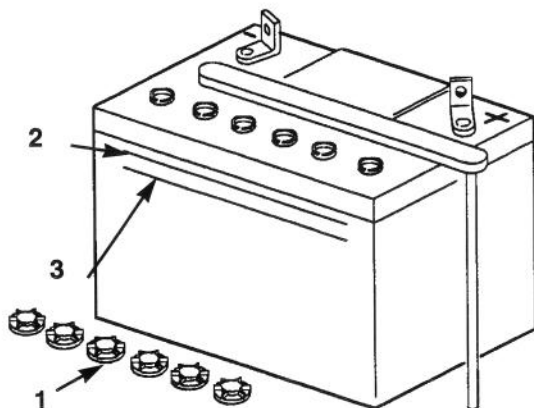

Figure 21
1. Installer la batterie dans le boîtier et glisser le tube d'évacuation dans le conduit et la fente située à la base du boîtier (Fig. 21).
IMPORTANT: Observer le logement de la batterie dans le châssis et repérer le trou situé au bout du longeron droit (Fig. 21). Toujours faire passer le tube d'évacuation dans ce trou pour éviter que l'acide ne corrode le tracteur et la tondeuse.
2. Examiner le côté de la batterie. L'électrolyte doit atteindre la marque UP (MAXIMUM) (Fig. 21). Ne pas laisser le niveau baisser au-dessous de la marque LOWER (MINIMUM) (Fig. 21).
2. Dévisser les bouchons de remplissage (Fig. 21).
3. Verser doucement suffisamment d'eau distillée dans chaque cellule de la batterie pour que le niveau atteigne la marque MAXIMUM sur le boîtier (Fig. 21).